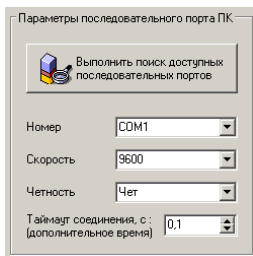

Рисунок 9 – Окно «Параметры последовательного порта ПК»
7.4.4 В разделе **«Параметры последовательного порта ПК»** (рисунок 9) нужно выбрать параметры связи.